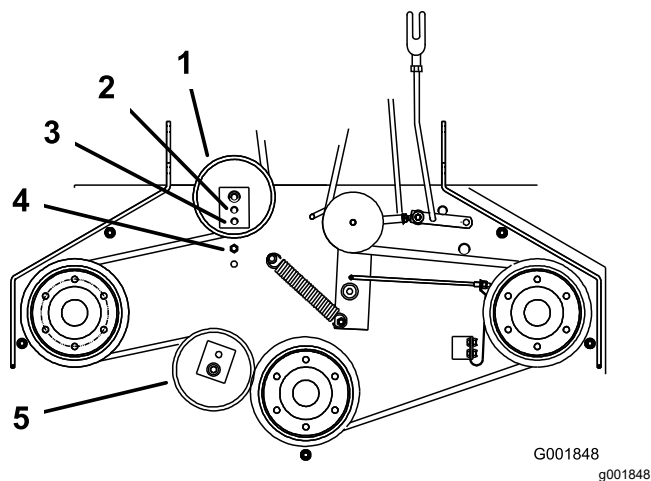

Figura 9
6. Si no es posible ajustar más el tensor y la correa todavía está floja, coloque la polea tensora trasera en el orificio central o delantero (Figura 9). Utilice el orificio que permita el ajuste correcto.
7. Cuando se cambia de posición la polea tensora, será necesario cambiar también la guía de la correa. Mueva la guía de la correa a la posición delantera (Figura 9).